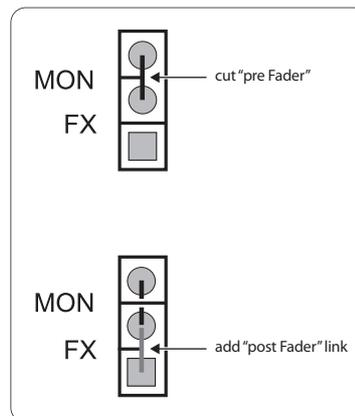

Fig. 5.1 : Modification des départs MON/FX : pré-fader &gt; post-fader
2. Les points à souder se trouvent sur le circuit imprimé monté perpendiculairement à la face avant de l'appareil. Consultez la Fig. 5.1.